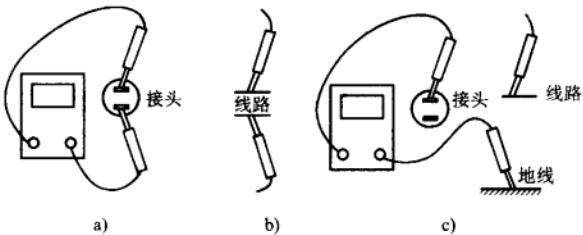

图 1-5 用万用表检测导通性
14) 检查端子触点或导线等的导通性，是指检查端子、触点或导线等是否通电而没有断开。可用万用表电阻挡测量电阻值的方法对端子触点或导线进行检查，如图 1-5 所示。